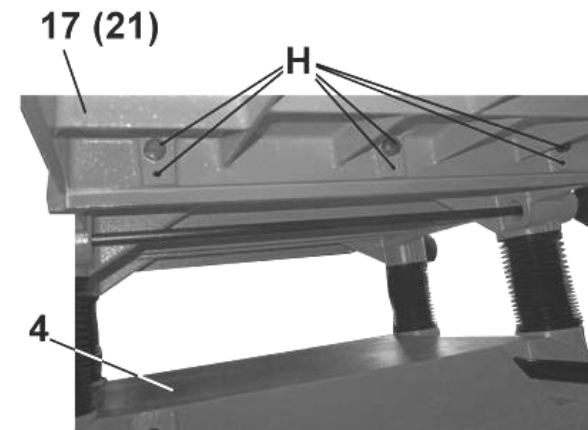

Рис.6
8.2.3. Как показано на Рис.6, используя детали крепления (Н), с обеих сторон рабочего стола (4) установите и на одном уровне с ним закрепите болтами приёмный стол (21) и стол подачи (17). Регулировочными винтами выставите положение рабочей поверхности столов приёмного и подачи (17 и 21) в одной плоскости с рабочей поверхностью рабочего стола (4).